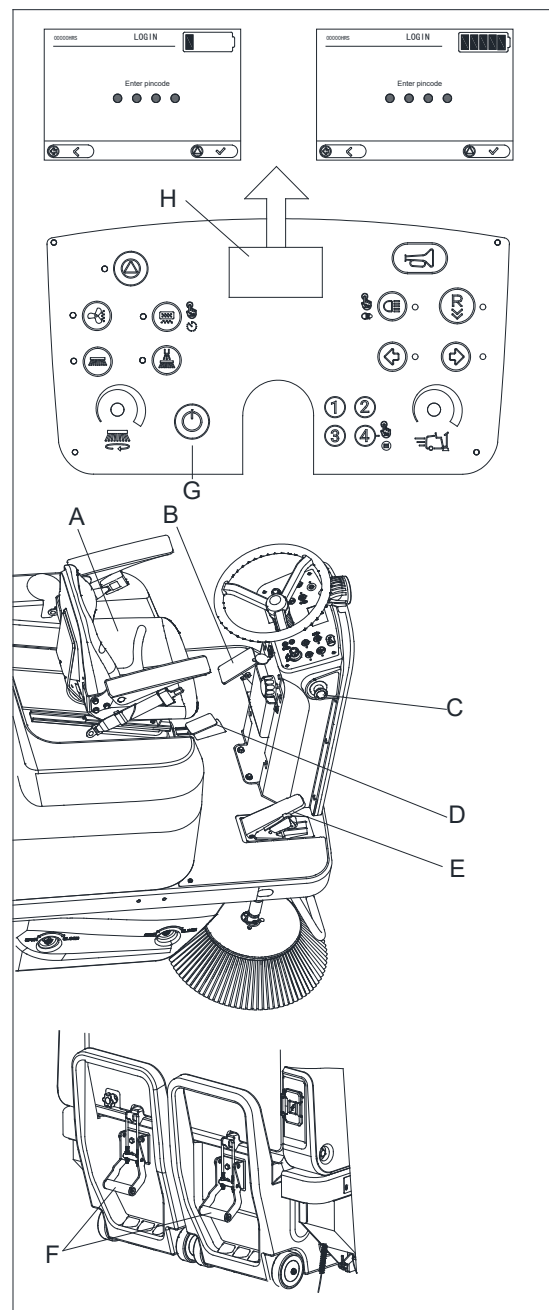

Figure 7
10. S'asseoir sur le siège (A, figure 7) et appuyer sur le bouton d'alimentation (G, figure 7) pour démarrer la machine (voir la section de procédure de fonctionnement suivante).
11. Contrôler l'état de charge de la batterie. Si l'écran à cristaux liquides (H, figure 7) affiche l'icône de la batterie avec 5 barres, cela signifie que la batterie est complètement chargée et que la machine peut être utilisée. Si l'écran à cristaux liquides (H, figure 7) affiche l'icône de la batterie avec 1 bar ou moins, la batterie doit être chargée. (Se reporter au chapitre d'entretien pour le chargement de la batterie).
12. Vérifier le frein de stationnement (B, figure 7). Le frein doit être verrouillé et facile à desserrer (en cas de problème, consulter le centre technique agréé).
13. Vérifier le bon fonctionnement de la pédale du panneau avant (D, figure 7).
14. Appuyer légèrement sur la pédale de l'accélérateur (E, figure 7) afin de vérifier si la machine peut avancer ou s'arrêter.
15. En gage de sécurité de la machine, la pression de l'interrupteur d'arrêt d'urgence (C, figure 7) arrêtera instantanément la machine. Tourner le bouton d'arrêt d'urgence pour le réarmer. Si l'on veut continuer à utiliser la machine, il faut la redémarrer pour quitter le mode d'arrêt d'urgence.
17. S'assurer que le loquet de la trémie (F, figure 7) est solidement fixé.